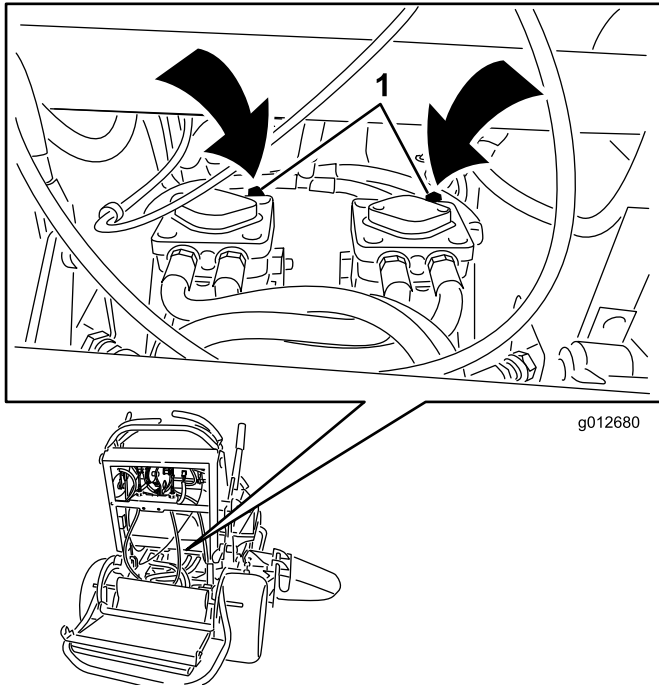

Figura 28
3. Abra las válvulas de desvío de ambas bombas girándolas 1 o 2 vueltas en el sentido contrario a las agujas del reloj (Figura 28).